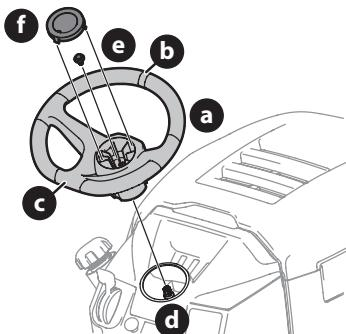

Figure 14
- Placez les roues de l'appareil de sorte qu'elles pointent vers l'avant, puis placez le volant de direction (a) sur l'arbre de direction (d) en vous assurant que la ligne au milieu (b) du volant (a) pointe vers l'avant et que la partie plate du volant (c) soit face vers le siège (Figure 14).
- Fixez le volant de direction (a) avec le boulon hexagonal (e) qui se trouve sous le capuchon (f). Serrez le boulon à un couple de 24-30 N m (18 à 22 pi-lb) (Figure 14).
- Placez le couvercle du volant de direction (f) au centre du volant de direction (a) et poussez-le jusqu'à ce qu'il s'enclenche (Figure 14).
NOTE : Un enduit frein est appliqué sur le boulon (e) qui fixe le volant de direction (a). Si vous retirez le boulon, il est recommandé d'appliquer de l'enduit frein ou de remplacer le boulon (e) (Figure 14).